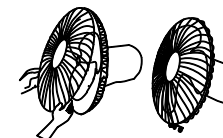

рис. 5
- Соедините переднюю и заднюю защитную решетку. Скрепите их фиксирующим кольцом, защелкнув фиксатор и закрепив его винтом (рис. 5).